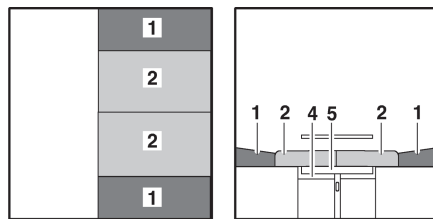

Fig. 138 Después de la transformación
- Tirar de los cojines del asiento (Fig. 138,2) hacia el centro.
- Colocar los cojines del respaldo (Fig. 138,1) entre los cojines del asiento y la pared.
- ▷ Según el modelo, se deberá insertar un cojín adicional en lugar del segundo cojín del respaldo (Fig. 138,1).